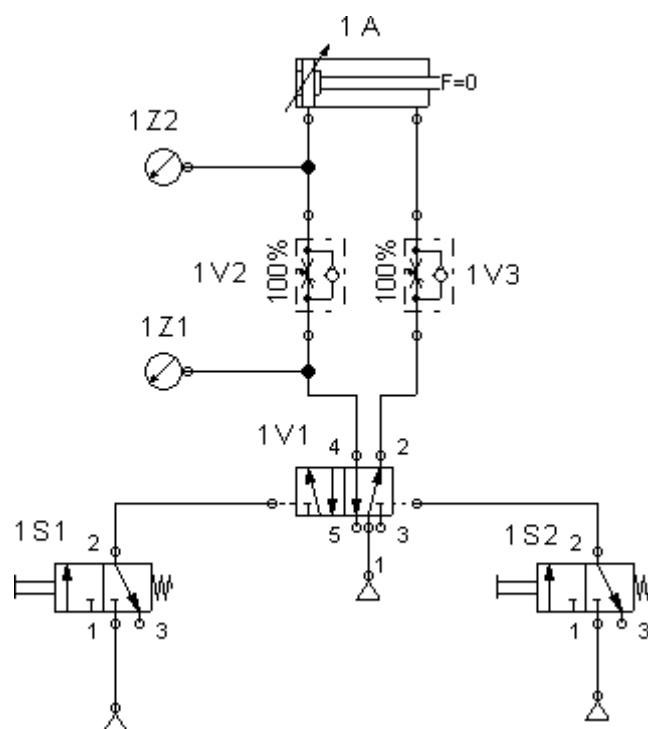

Рис. 1.4 - Принципиальная схема управления цилиндром двухстороннего действия с дроссельным регулированием скорости на входе
На рис. 1.4 представлена принципиальная схема управлением цилиндром двухстороннего действия с дроссельным регулированием скорости на входе. В исходном положении управляющий распределитель (рис. 1.4) переключен таким образом, что на штоковую сторону поршня цилиндра действует давление воздуха, и поршень со штоком находится во втянутом положении.
Обратные клапана «дросселей с обратными клапанами» 1V1, 1V2 обеспечивают прохождение воздуха в одном направлении и запираение в другом. При запираении воздух проходит только через дроссель, в обратном направлении через клапан и дроссель. Дроссель регулирует объемный расход, подаваемый в полость цилиндра, и тем самым регулирует скорость движения поршня со штоком. Существуют три схемы дроссельного регулирования скорости исполнительного органа цилиндра: установка дросселя на входе в двигатель, установка дросселя на выходе двигателя и установка дросселя параллельно двигателю. Последняя схема применяется редко из-за низкого КПД. В схеме представленной на рис. 1.4 применяется схема установки дросселя на входе цилиндра. Различные по объему расходы воздуха, вытесненной из поршневой и штоковой полостей цилиндра, должны регулироваться независимо друг от друга для того чтобы, таким образом настраивать скорости выдвижения и втягивания штока.
- В среде программного пакета моделирования из набора пневмоэлементов по схеме рисунок 1.4 собрать виртуальный лабораторный стенд.